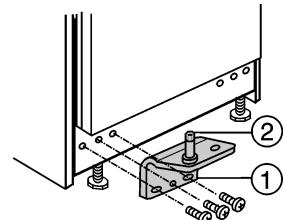

Fig. 9
- ▶ Coloque en el cojinete inferior de la puerta el perno de bisagra Fig. 9 (2) situado en el soporte de cojinete Fig. 9 (1) con la arandela.
- ▶ Atornille el soporte de cojinete Fig. 9 (1) **(con 4 Nm) para fijarlo.**